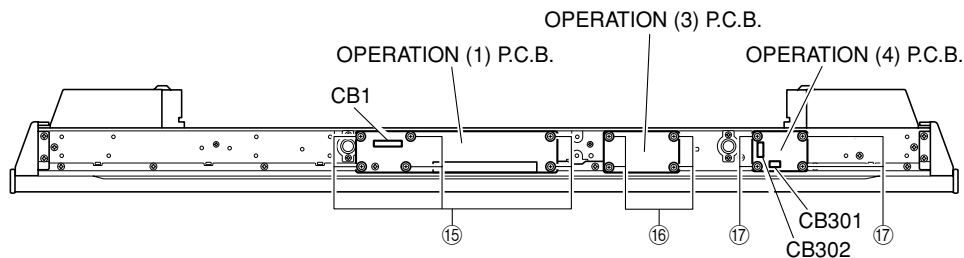

Fig. 7
6. Removal of OPERATION (1), (3) and (4) P.C.B.s
- Remove 6 screws (15). (Fig. 7)
- Remove CB1. (Fig. 7)
- Remove the OPERATION (1) P.C.B..
- Remove 4 screws (16). (Fig. 7)
- Remove CB301. (Fig. 7)
- Remove the OPERATION (3) P.C.B..
- Remove 4 screws (17). (Fig. 7)
- Remove CB302. (Fig. 7)
- Remove the OPERATION (4) P.C.B..
6. OPERATION (1)、(3)、(4) P.C.B.の外し方
- ⑮のネジ 6本を外します。(Fig. 7)
- コネクター CB1を外します。(Fig. 7)
- OPERATION (1) P.C.B.を取り外します。
- ⑯のネジ 4本を外します。(Fig. 7)
- コネクター CB301を外します。(Fig. 7)
- OPERATION (3) P.C.B.を取り外します。
- ⑰のネジ 4本を外します。(Fig. 7)
- コネクター CB302を外します。(Fig. 7)
- OPERATION (4) P.C.B.を取り外します。